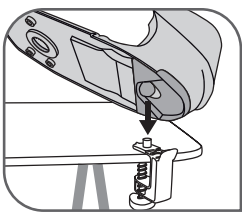

Fig.2
- Befestigen Sie die Station auf dem EasyFix-System – fig.2 und 3.